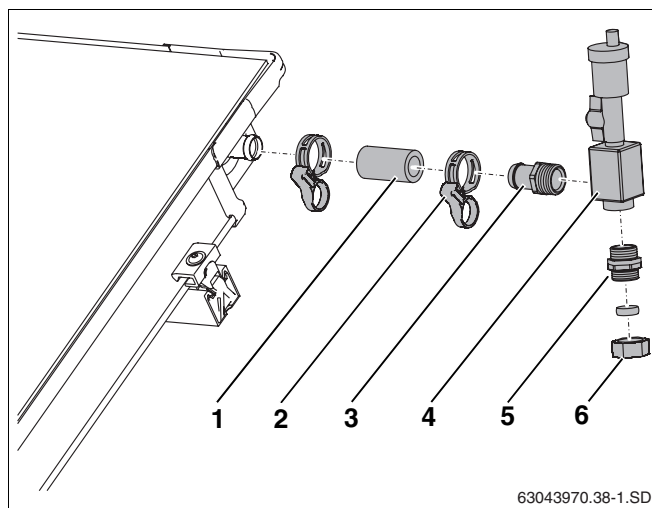

Fig. 60 Collegamento del disaeratore sopra tetto
- ▶ Inserire il tubo di connessione (55 mm, fig. 60, **pos. 1**) sull'attacco di mandata del campo di collettori e fissare in posizione con la fascetta stringitubo.
- ▶ Avvitare il portagomma con il relativo o-ring (fig. 60, **pos. 3**) nel vaso di sfogo (fig. 60, **pos. 4**).
- ▶ Inserire il portagomma (fig. 60, **pos. 3**) dentro il tubo di connessione fino all'arresto, e fissare in posizione con delle fascette stringitubo (fig. 60, **pos. 2**).
- ▶ Avvitare il doppio nipplo con o-ring nel separatore d'aria (fig. 60, **pos. 5**).
- ▶ Collegare la tubazione di mandata al giunto di raccordo con anello di fissaggio (18 mm) (fig. 60, **pos. 6**).